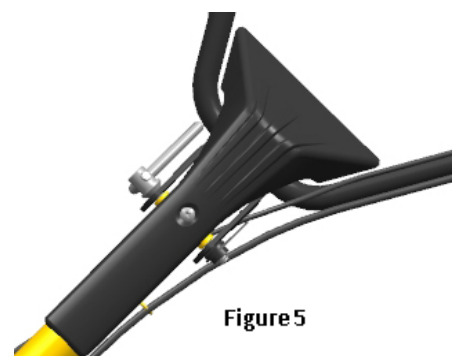

Figure 5
- Ослабить зажим рукояток и выбрать требуемое отверстие. Отрегулировать поперечную перекладину руля, чтобы она находилась на уровне пояса оператора и повернуть зажим, чтобы затянуть его (см. Рис. 5)